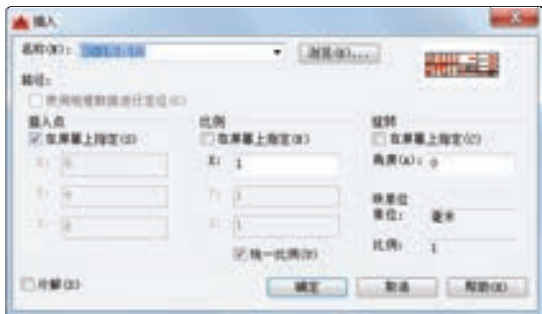

图 6-58 “插入”对话框
- 1) 在“块”面板（“块”面板位于功能区的“默认”选项卡上）中单击“插入块”按钮，接着选择“更多选项”命令，系统弹出图 6-58 所示的“插入”对话框。